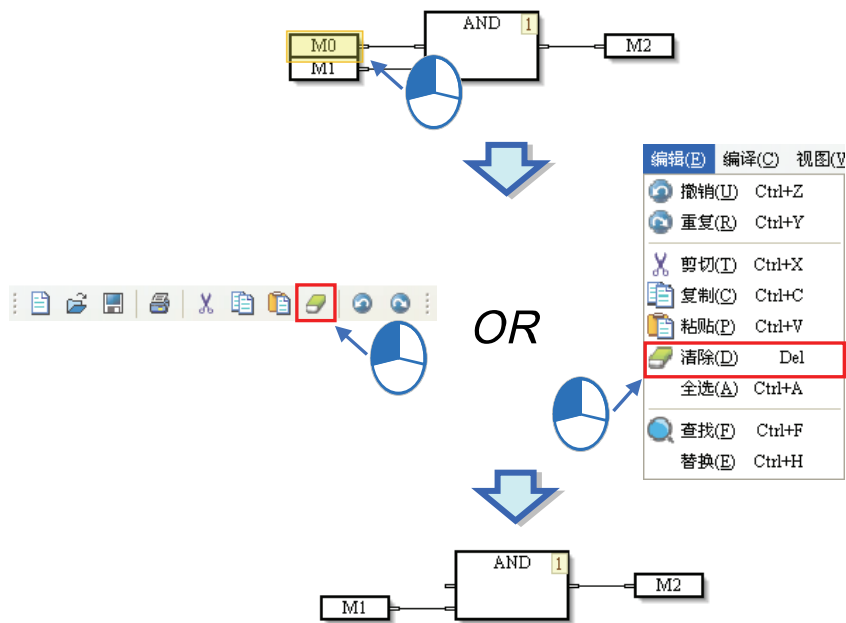

图 12-33 清除对象
- (1) 选取该对象, 在功能工具栏中点选 **编辑 (E) > 清除 (D)** 或点击图示工具栏  按钮。如图 12-33。